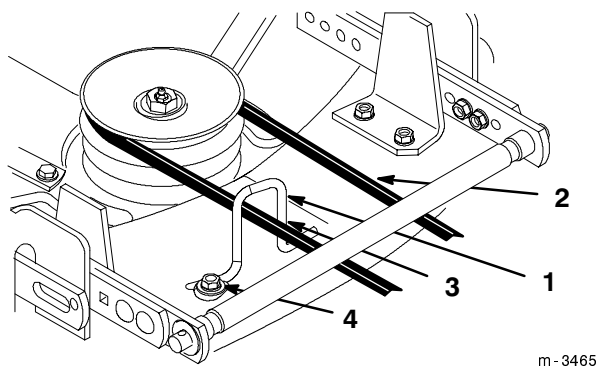

Figure 14
9. Desserrer le boulon du guide-courroie (Fig. 14).
10. Régler la position du guide-courroie pour que sa branche intérieure (du côté du centre du plateau) touche juste la courroie (Fig. 14).